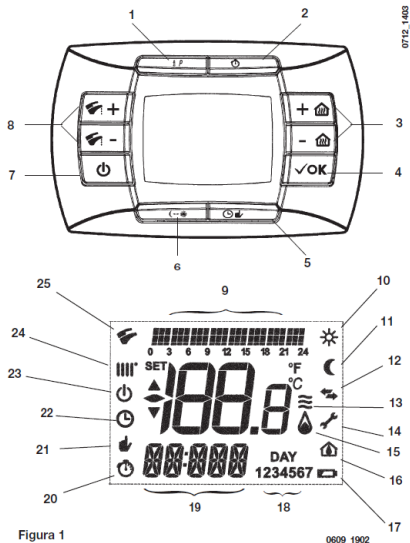

Figura 1
- Premere il tasto  del telecomando (figura 1) per impostare il modo di funzionamento della caldaia come descritto al paragrafo 1.2.
La regolazione della temperatura ambiente  e dell'acqua calda in sanitario  viene effettuata agendo sui rispettivi tasti +/- (figura 1).
Durante il funzionamento della caldaia in riscaldamento, sul display di figura 1 è visualizzato il simbolo  e la temperatura ambiente (°C).
Durante il funzionamento della caldaia in sanitario, sul display di figura 1 è visualizzato il simbolo  e la temperatura ambiente (°C).